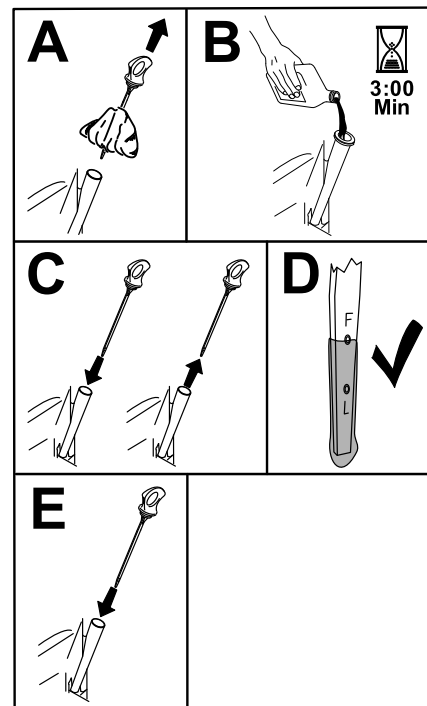

Figura 42
- Vierta lentamente un 80% aproximadamente del aceite especificado por el tubo de llenado, luego añada lentamente el resto del aceite hasta que llegue a la marca **Lleno** (Figura 42).
3. Llene el cárter con el tipo correcto de aceite nuevo (Figura 42).